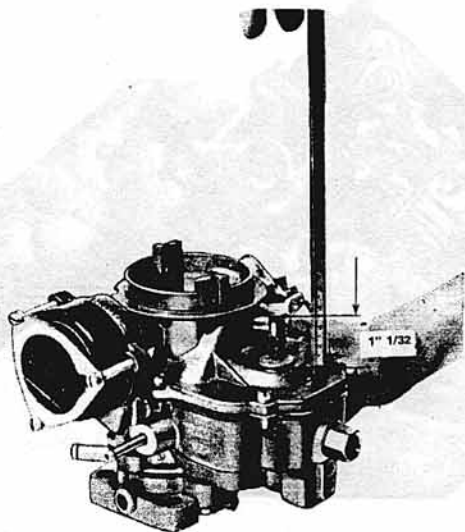

Fig. 14. - Medición del recorrido de la bomba de aceleración.
2. Cierre bien ajustada la mariposa de aceleración. Luego mida la distancia entre la parte superior de la tapa principal o de cuba hasta el extremo del vástago de pistón de la bomba de aceleración. (Ver Fig. 14). Esta distancia deberá tener un valor de 26 mm (1 1/32").